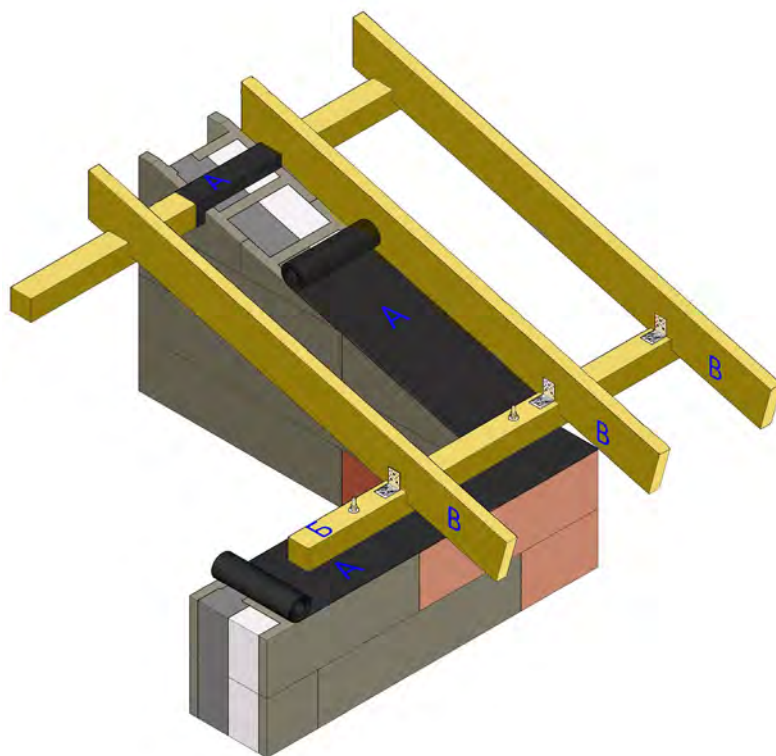

Рис. 12.1
12.1 Перед установкой мауэрлата необходимо гидроизолировать верхнюю грань стены как горизонтально так и косоур (область фронтона) (рис.12.1)